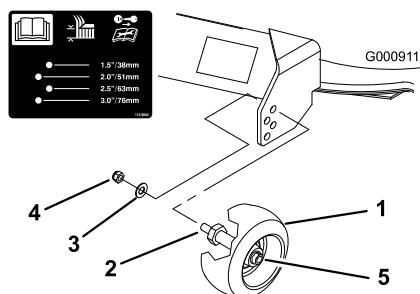

Figure 14
3. A. Lorsque la hauteur de coupe est réglée, enlevez l'écrou et la rondelle tout en maintenant le goujon avec une clé (Figure 14).
**Remarque:** N'enlevez pas l'écrou et la rondelle de la roue (Figure 14).
de la hauteur de coupe correspondante voulue (Figure 14).
3. Remettez l'écrou et la rondelle sur le goujon (Figure 14).